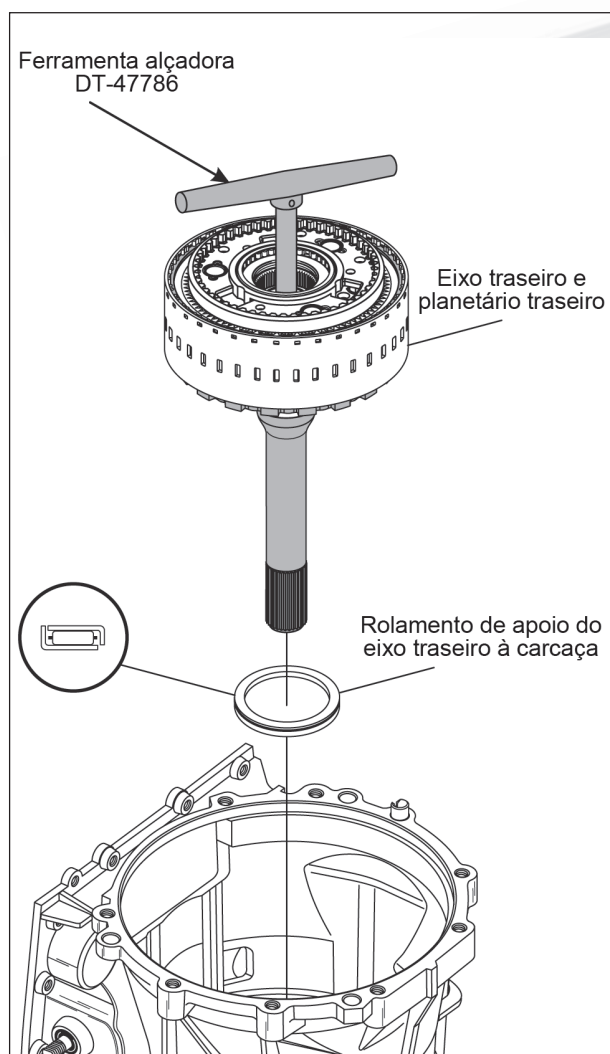

Figura 154
3. Instale o rolamento de apoio do eixo de saída à carcaça, na direção mostrada na figura 154.
4. Certifique-se a ferramenta de alçamento DT-47786 esteja rosqueada completamente no eixo de saída, conforme mostra a figura 154. Devido ao peso do conjunto, um rosqueamento incompleto pode deixar cair o conjunto, causando ferimentos e danos.
5. Instale o conjunto pré montado do eixo traseiro na carcaça, conforme mostra a figura 154, utilizando a ferramenta DT-47786.